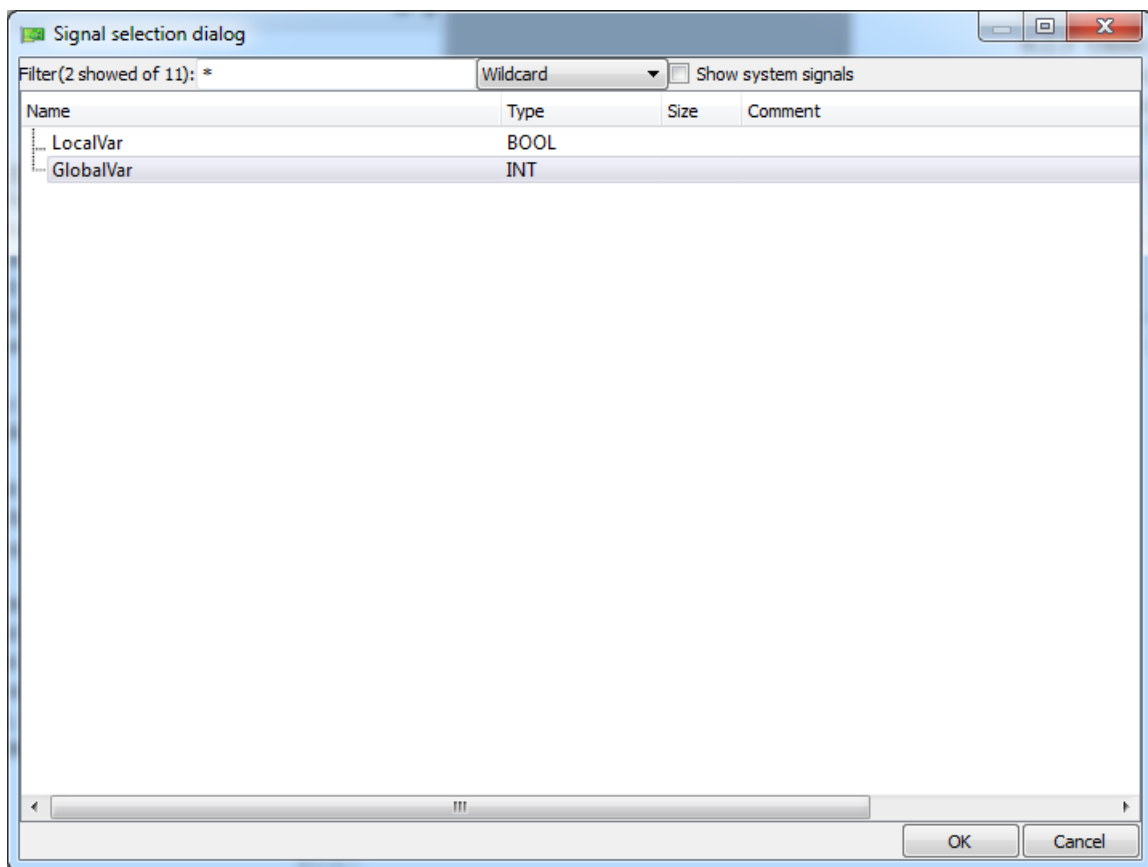

Рисунок 3.179 - Диалог выбора переменных из интерфейса приложения
- **Item** - в данном столбце находятся сигналы SCADA-системы "СОНАТА", выбор сигнала осуществляется двойным щелчком «мыши» по ячейке данного столбца (откроется диалог выбора сигналов интерфейса приложения см. рис. 3.179);
Подробное описание интерфейса рис. 3.179 не приводится, так как он аналогичен описанному в раздел 3.2.2.4.3.2.